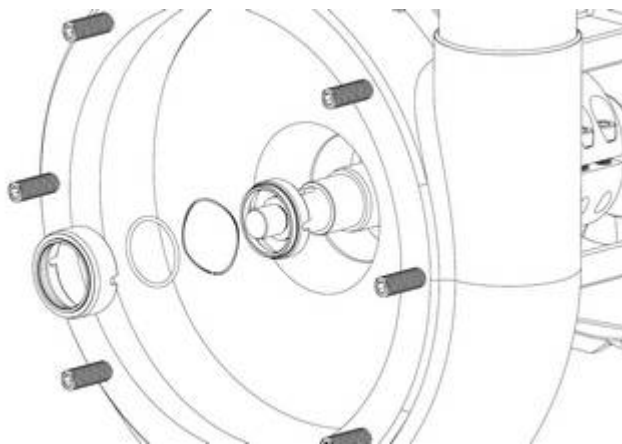

Abb. 28
1. Mitnehmer, Feder, O-Ring der doppelten Dichtung und dann die doppelte Dichtung in dieser Reihenfolge einzeln auf die Steckwelle schieben (siehe Abb. 28).